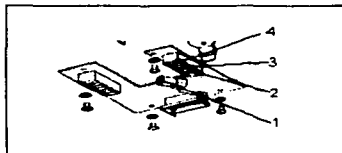

Figura 1.14 Conexión de la cámara móvil.
Paso 5. Introducir por la parte posterior de la base y conectar los cables de video (1), datos (2), alimentación de la cámara (3) y alarmas (4) como se indica en la figura 1.14.